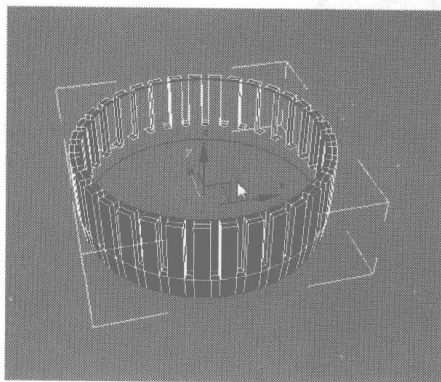
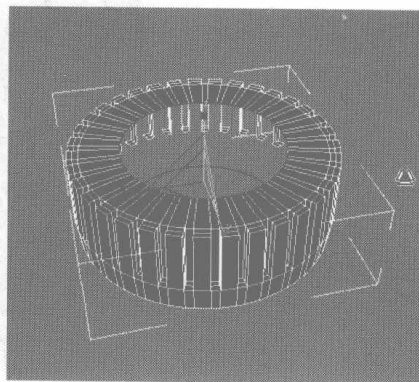

图 6.284
图 6.285
- 05** 选择圆柱体的上、下面，将其删除。切换为曲线编辑，选择上下如图 6.284 所示的两条曲线，用缩放工具向内进行水平缩放，如图 6.285 所示。